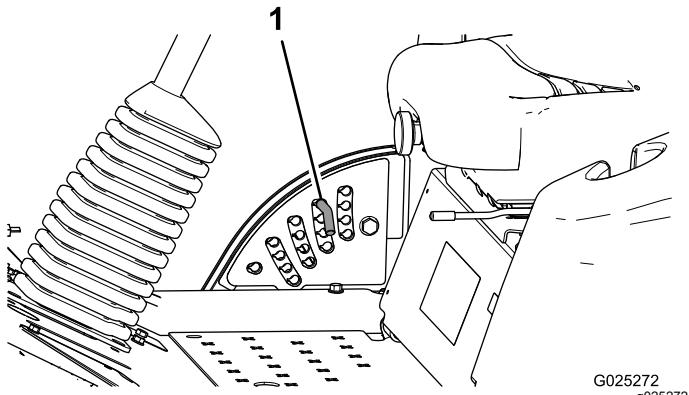

Figura 4
2. Para ajustar, rode o pino de bloqueio até que o pino do mesmo fique alinhado com as ranhuras nos orifícios no suporte da altura de corte e remova-o (Figura 4).
3. Selecione um orifício, no suporte da altura de corte, que corresponda a altura de corte desejada, insira o pino e rode-o para o bloquear no lugar (Figura 4).
**Nota:** Existem quatro filas de posições de orifícios (Figura 4). A fila de cima dá-lhe a altura de corte indicada por cima do pino. A segunda